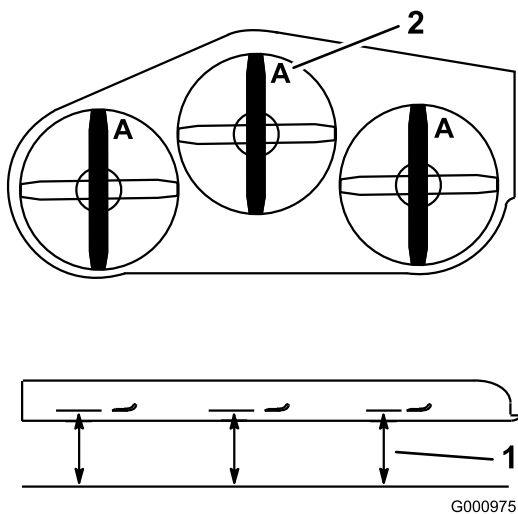

Figura 97
4. Mida desde una superficie nivelada hasta el filo de corte, posición **A**, de las cuchillas (Figura 97).